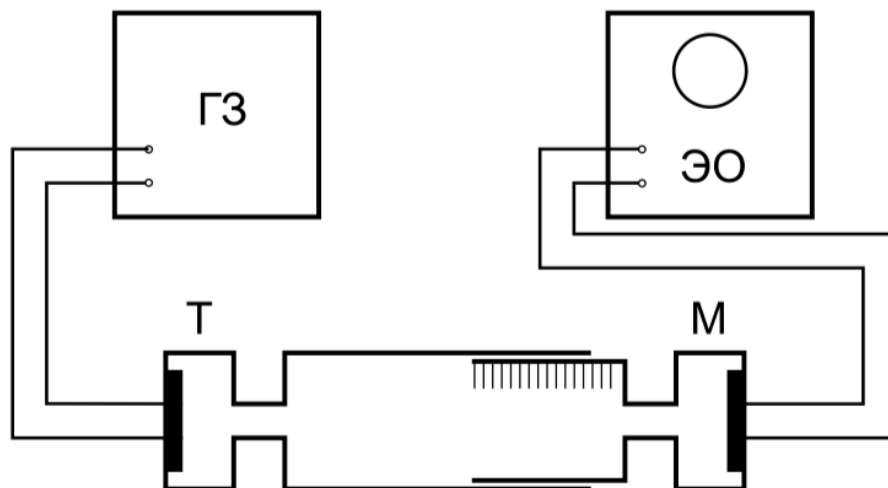
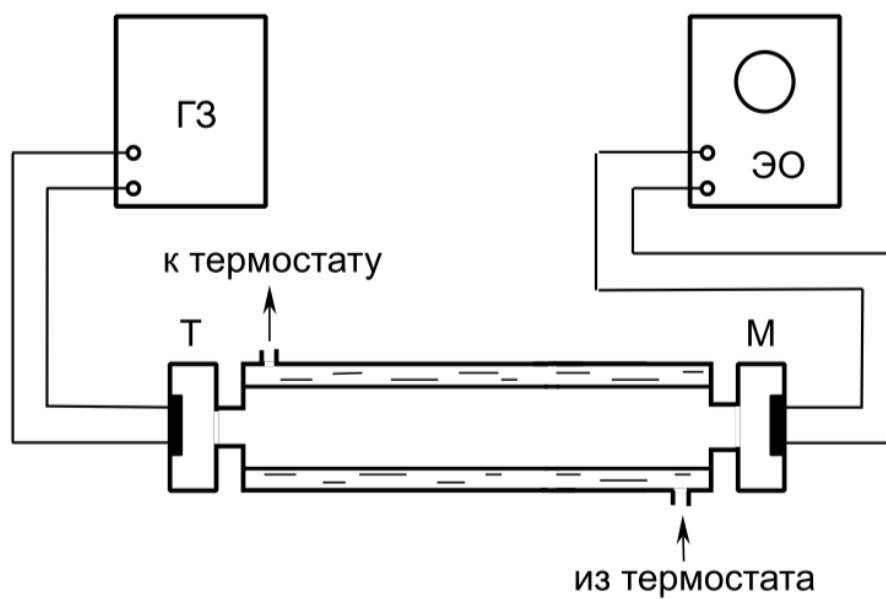

Рис. 1. Установка для измерения скорости звука при помощи раздвижной трубы
Рис. 2. Установка для изучения зависимости скорости звука от температуры
Экспериментальная установка. Соответственно двум методам измерения скорости звука в работе имеются две установки (рис. 1 и 2). В обеих установках звуковые колебания в трубе возбуждаются телефоном  $T$  и улавливаются микрофоном  $M$ . Мембрана телефона приводится в движение переменным током звуковой частоты; в качестве источника переменной ЭДС используется звуковой генератор ГЗ. Возникающий в микрофоне сигнал наблюдается на осциллографе Э0.
Первая установка (рис. 1) содержит раздвижную трубу с миллиметровой шкалой. Через патрубок (на рисунке не показан) труба может наполняться воздухом или углекислым газом из газгольдера. На этой установке производятся измерения для воздуха и для  $CO_2$ . Вторая установка (рис. 2) содержит теплоизолированную трубу постоянной длины. Воздух в трубе нагревается водой из термостата. Температура газа принимается равной температуре омывающей трубу воды. На этой установке измеряется зависимость скорости звука от температуры.
3. Измерения на первой установке (рис. 1).
#### 4. Измерения на второй установке (рис. 2).